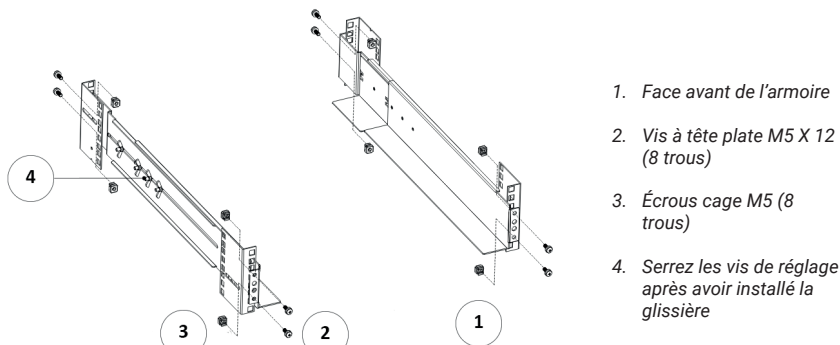

Figure 4
2. Sélectionnez la taille appropriée de l'armoire pour positionner l'alimentation (voir Fig. 4). La glissière occupe quatre points à l'avant et à l'arrière de l'armoire.